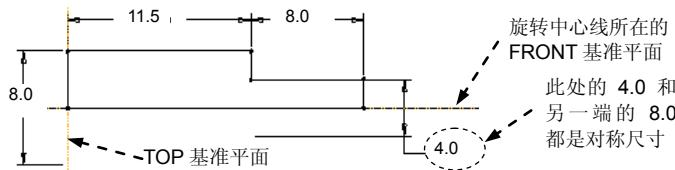

图 5.11.3 截面草图
(2) 定义截面草图的放置属性。选取 RIGHT 基准平面为草绘平面，采用模型中默认的方向为草绘视图方向；选取 TOP 基准平面为参照平面，方向为 **左**；单击对话框中的 **草绘** 按钮。
(3) 系统进入草绘环境后，绘制图 5.11.3 所示的旋转特征旋转中心线和截面草图。
① 单击“直线”按钮 中的“创建 2 点几何中心线”按钮 ，在 FRONT 基准平面所在的线上绘制一条旋转中心线（图 5.11.3）。
② 绘制绕中心线旋转的封闭几何；按图中的要求标注、修改、整理尺寸；完成特征截面后，单击“草绘完成”按钮 。
(1) 在操控板中选取旋转角度类型 (即草绘平面以指定的角度值旋转)。
(2) 再在角度文本框中输入角度值 360.0，并按 Enter 键。